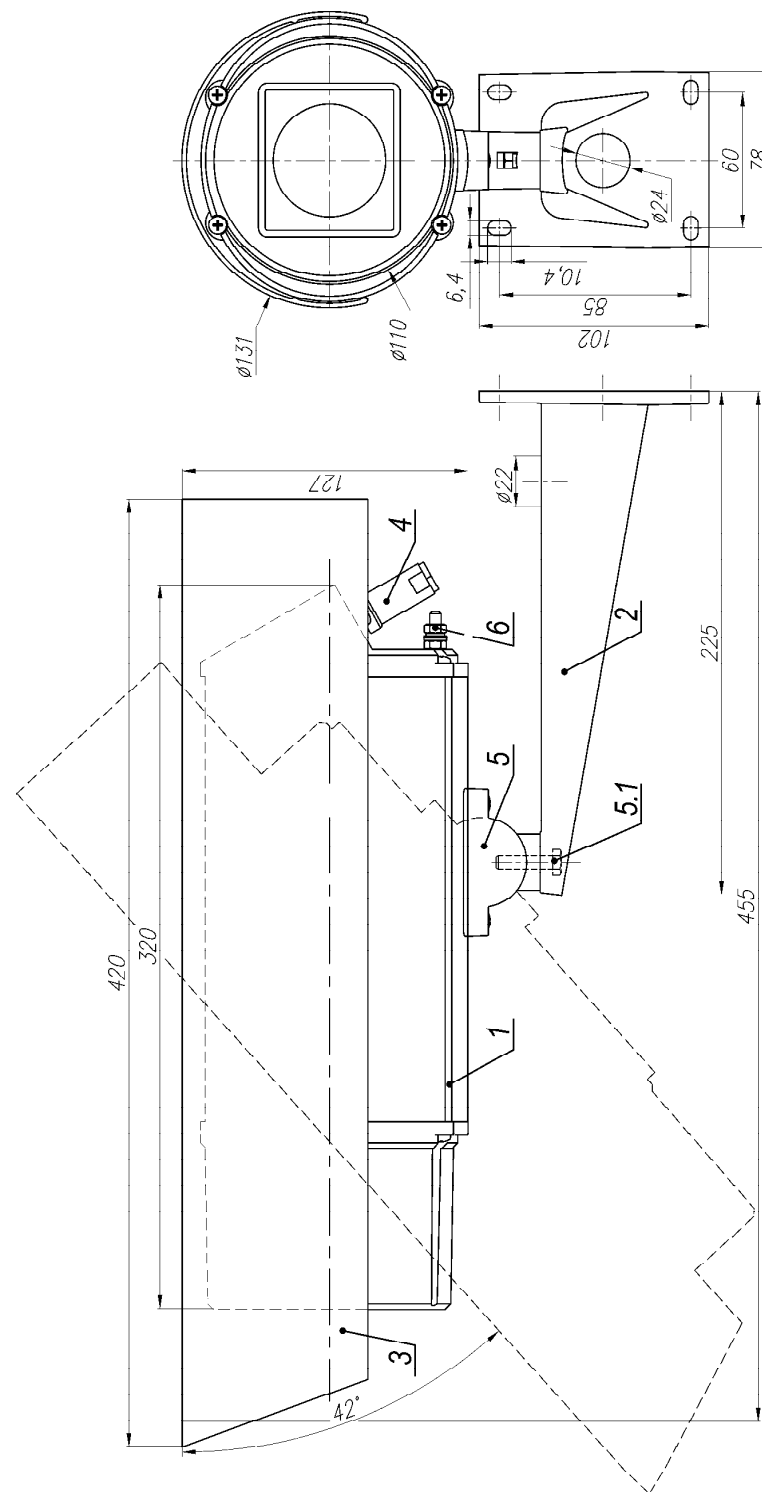

Рис.1 Габаритные и установочные размеры ТВК-95 IP Ex
3. Ослабив болт фиксации шарнира (поз.5.1 рис.1), установить гермобокс на нужное направление обзора, после чего надежно зафиксировать шарнир затянув болт.
3. Заземлить гермобокс с помощью болта заземления (поз.6 рис.1).
Состав изделия: (см. рис.1)